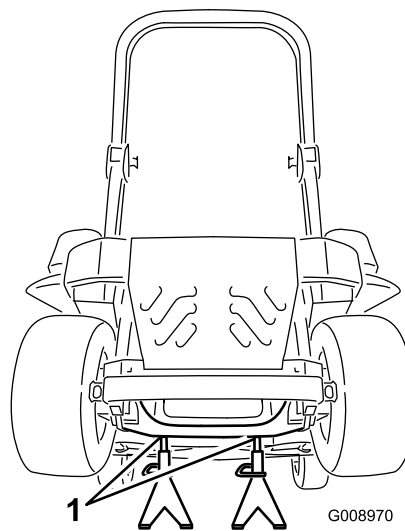

Figura 104
3. Sollevate la macchina e sostenetela su cavalletti (Figura 104).
9. Rimuovete i cavalletti metallici e abbassate la macchina (Figura 104).